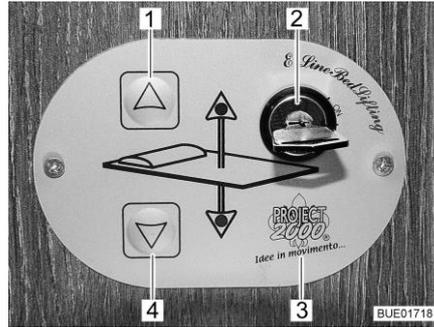

Fig. 139 Quadretto di comando
È possibile abbassare o alzare il letto basculante tramite i tasti (Fig. 139,1 e 4) presenti sul quadretto di comando (Fig. 139,3). Il quadretto di comando viene bloccato tramite l'interruttore a chiave (Fig. 139,2) per evitarne l'utilizzo accidentale.
- Ruotare la chiave dell'interruttore a chiave (Fig. 139,2) di 90° in senso orario, fino a raggiungere la posizione "On". Il quadretto di comando (Fig. 139,3) è attivato.
- Premere il tasto freccia (Fig. 139,4) e tenerlo premuto fino a quando il letto basculante raggiunge la posizione desiderata in basso.
- Premere il tasto freccia (Fig. 139,1) e tenerlo premuto fino a quando il letto basculante raggiunge la posizione finale in alto.
Se non si riesce più a spostare il letto basculante con i tasti freccia (Fig. 139,1 e 4), controllare per prima cosa i fusibili (vedi paragrafo 9.10.1). Se i fusibili sono a posto e ciononostante non si riesce a spostare il letto basculante, è possibile muoverlo manualmente.